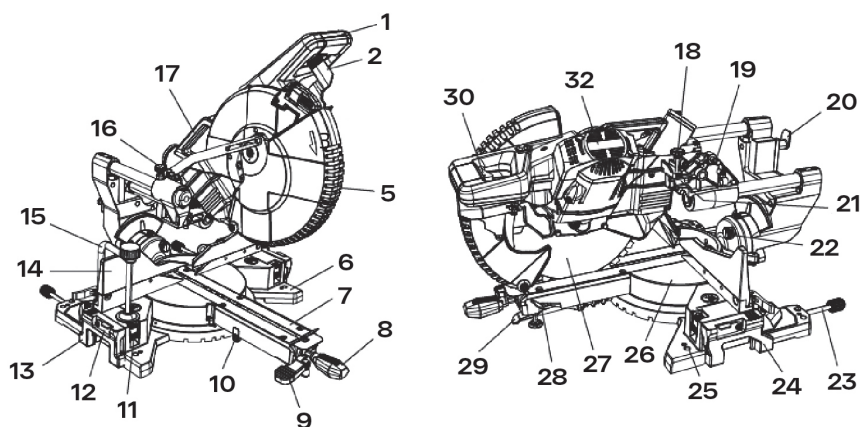

рис. 1
Во избежание повреждений не поднимать пилу за ручку выключателя, режущий диск или ручку поворота. Всегда использовать ручку для переноски (17) (рис. 1).